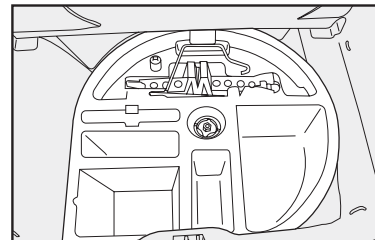

fig. 7
- Quite el soporte portaherramientas y tire del crique **fig. 7**, sacándolo de su alojamiento.